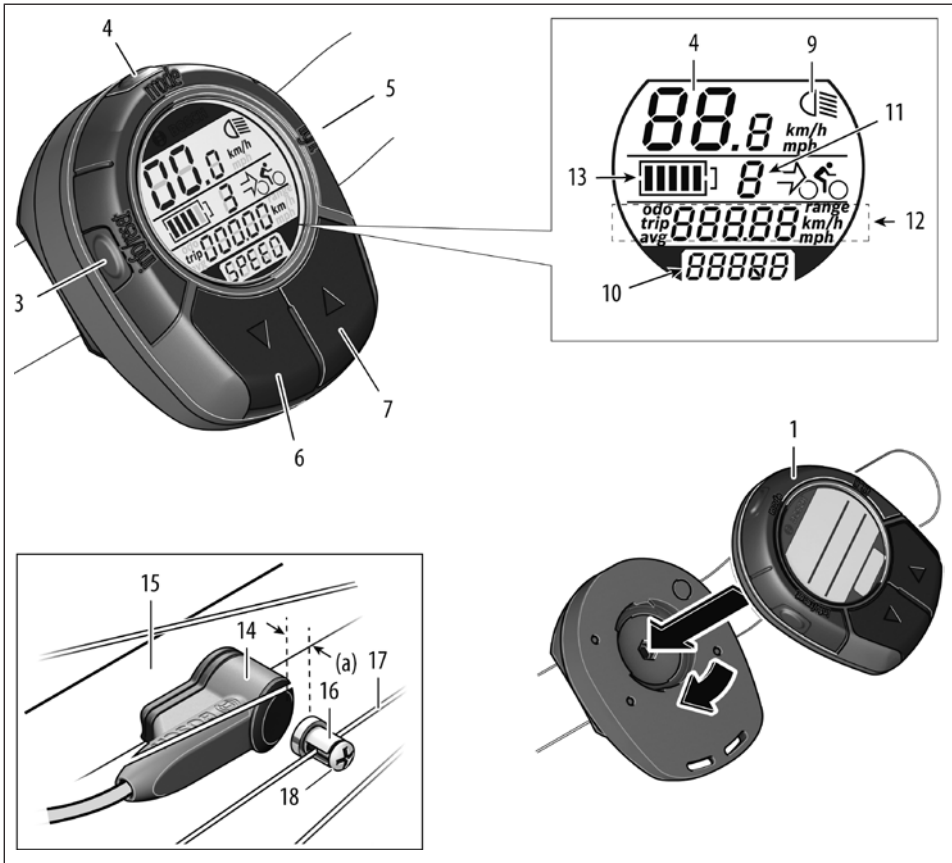

Abbildung 4.
Siehe Abbildung 4. Bei der Handlebar Mounted Interface (HMI) handelt es sich um einen Fahrradcomputer (1), mit dem Sie die Funktionen des Pedelec-Antriebs kontrollieren, das Licht ein- und ausschalten und sich die Geschwindigkeit, die Kilometer und mehrere andere Fahrtinfos anzeigen lassen können. Die Tasten- und Anzeigefunktionen/-merkmale des (HMI) werden auf den nächsten Seiten beschrieben.
Siehe Abbildung 4. Der BOSCH-Geschwindigkeitssensor (14) wird an die hintere Kettenstrebe (15) montiert. Damit das System funktioniert, muss das Gerät ordnungsgemäß montiert sein und einwandfrei arbeiten. Wenn der Geschwindigkeitssensor beschädigt, nicht korrekt montiert oder kein Magnet (16) an der Radspeiche (17) vorhanden ist, werden Antriebssystem und Tacho nicht funktionieren.
Siehe Abbildung 4. Drücken Sie die Lichttaste (5) am Lenkercomputer. Die Hintergrundbeleuchtung des Computers geht an und die Lichtanzeige (9) erscheint auf dem Display. Das Licht bleibt an, bis es über die Taste abgeschaltet wird oder aufgrund von fehlender Energie durch die Batterie oder den Radnabendynamo ausgeht. Wenn der Pedelec-Antrieb aufgrund von niedrigem Batterieladestand ausgeschaltet wird, bleibt das Licht dennoch an, bis die Batterie vollkommen leer ist.
Siehe Abbildung 4. Nutzen Sie die Wahltaaste Information/Reset (3), um sich die Features des Fahrradcomputers anzeigen zu lassen: Geschwindigkeit, Durchschnittsgeschwindigkeit, Gesamtkilometer und Tageskilometer.
Die Komponenten der Antriebsunterstützung werden laufend und automatisch auf Fehlerbedingungen überprüft. Wird ein Fehler erkannt, so erscheint die entsprechende Meldung im Display. Siehe Abbildung 4, Teil 11. Je nach Art der Fehlers kann es vorkommen, dass sich das Antriebssystem automatisch abschaltet. Dies geschieht, um eine weitere Beschädigung zu vermeiden. Sie können das Fahrrad dann weiterhin normal fahren, indem Sie die Pedale treten. Wenden Sie sich mit der Fehlercode-Meldung, die Ihnen angezeigt wurde, an Ihren Cannondale-Händler.